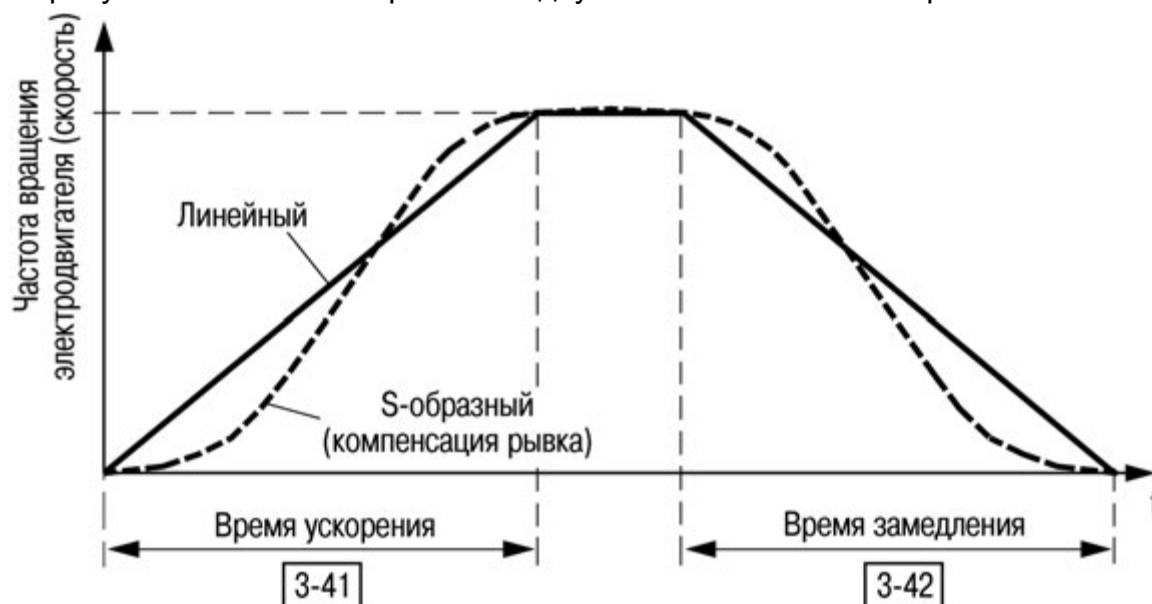

Рисунок 2.6
- «0» – линейное изменение скорости (по умолчанию): постоянное ускорение/замедление (см. рисунок 2.6);
- «2» – S-образное изменение скорости: плавная компенсация рывков при ускорении/замедлении (см. рисунок 2.6).